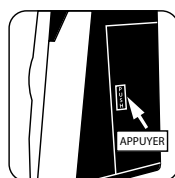

FIG. 3
6. Appuyez sur l'étiquette « Push » (appuyer) de la porte accédant au lubrifiant pour l'ouvrir (figure 3).